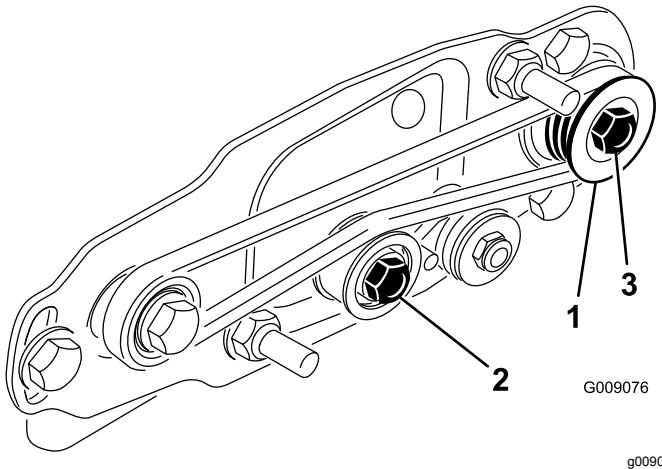
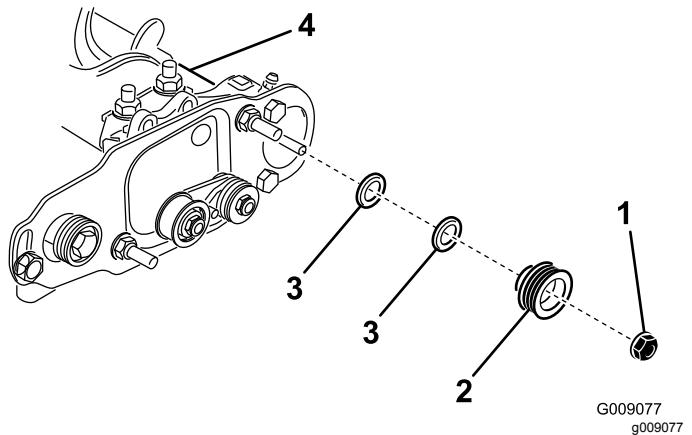

Figura 39
Figura 40
1. La puleggia condotta (all'albero della spazzola per rullo) può spostarsi in dentro o in fuori (Figura 39).
2. Mentre fate ruotare il cilindro, che farà ruotare a sua volta la puleggia motrice, fate leva sulla cinghia per staccarla dalla puleggia motrice (Figura 39).
3. Togliete il dado di bloccaggio che fissa la puleggia condotta all'albero della spazzola (Figura 39 o Figura 40).
4. Rimuovete la puleggia condotta dall'albero (Figura 40).
5. Se occorre spostare in fuori la puleggia, aggiungete un distanziale dello spessore di 0,8 mm (Figura 40). Se occorre spostare la puleggia verso l'interno, togliete il distanziale dello spessore di 0,8 mm.